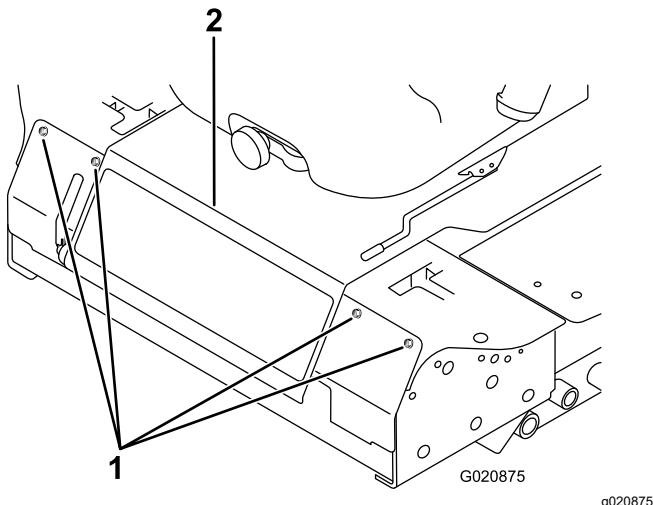

Figura 85
2. Afloje los pernos del panel delantero y retire el panel (Figura 85).